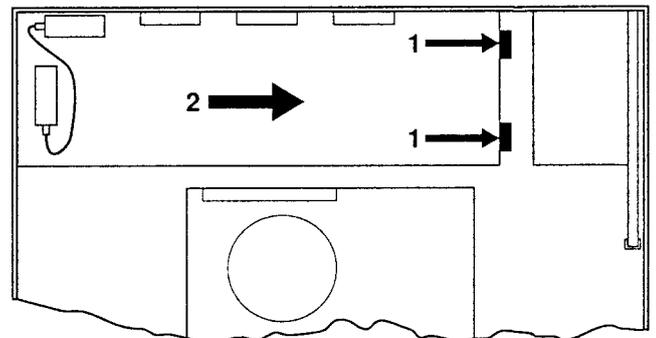

Fig.5
- Danach kann man es nach oben klappen (siehe Fig.5).